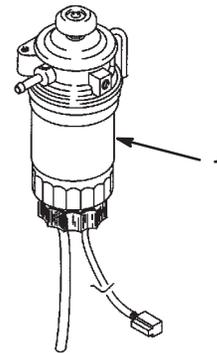

Bild 46
1. Reinigen Sie den Anbaubereich der Filterglocke (Bild 46).